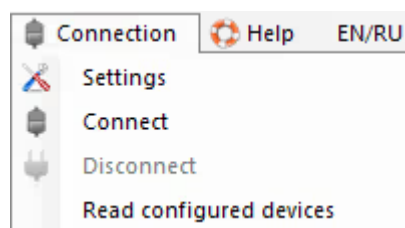

Figura 9. Menu "Connection"
2. Il menu "**Connection**" (Figura 9) consente di: